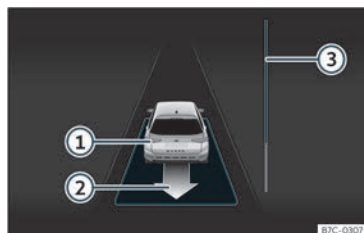

Fig. 182 No ecrã do painel de instrumentos: sair do estacionamento de um lugar em linha.
• Retroceda até soar o sinal contínuo do ParkPilot; **OU**: faça marcha-atrás até aparecer a indicação de fazer marcha à frente no ecrã do painel de instrumentos. A barra de progresso » **Fig. 182** **③** indica a distância a percorrer » Página 278.